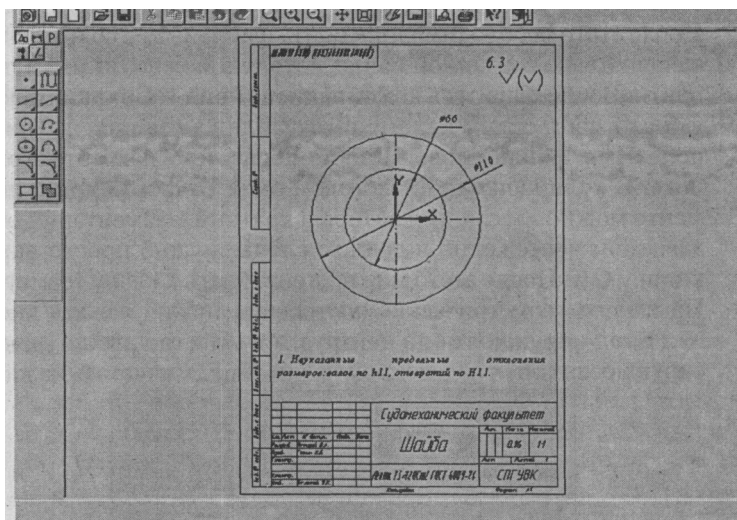

РИС. 4.1
Требуется создать чертеж шайбы с наружным диаметром НО мм, внутренним - 66 мм, изготовленной из ленты толщиной $3,5$ мм. Пример выполнения чертежа шайбы показан на рис. 4.1.
5. Для заполнения основной надписи нужно привести курсор на штамп чертежа и нажать правую кнопку мыши. В контекстном меню следует выбрать команду **Заполнить основную надпись** и нажать левую кнопку мыши. На экране основная надпись чертежа будет **выделена** белым цветом. Для удобства заполнения с помощью кнопок **III (Увеличить изображение)** и **III (Сдвинуть)** расположите надпись во весь экран и заполните основную надпись, после чего нажмите кнопку **jd (Создать объект)**. Только тогда ввод текста в основную надпись будет зафиксирован (рис. 4.1).